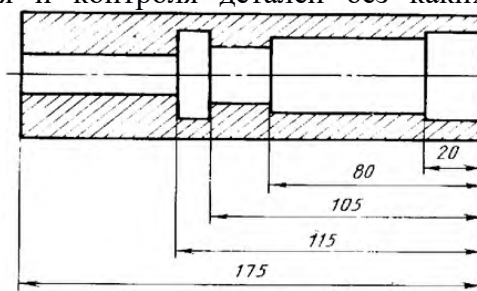

Рисунок 48
2. Координатный способ (рисунок 48). Размеры являются координатами, характеризующими положение элементов детали относительно одной и той же поверхности детали.